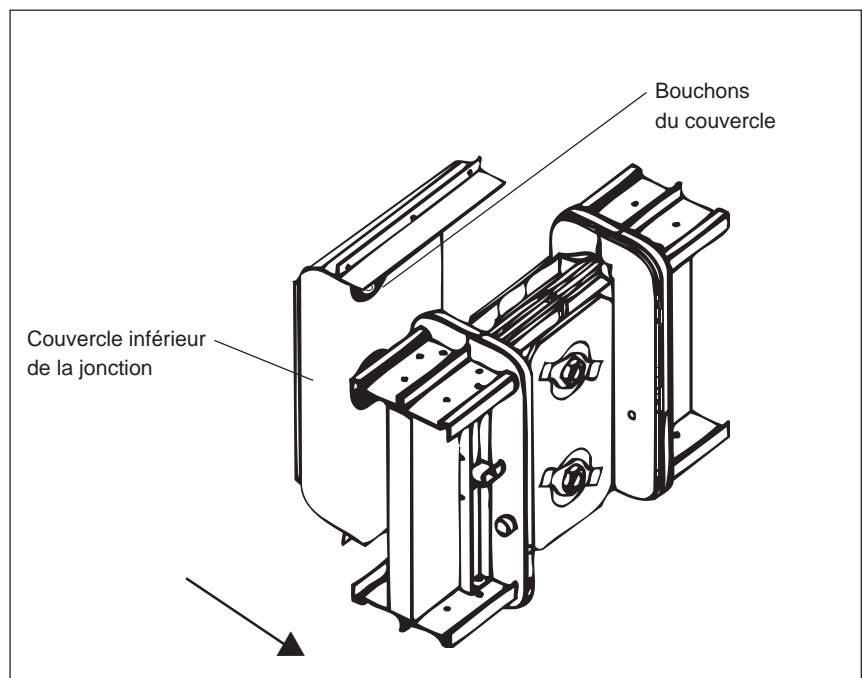

Figure 14
5. Installer le couvercle inférieur (figure 14).